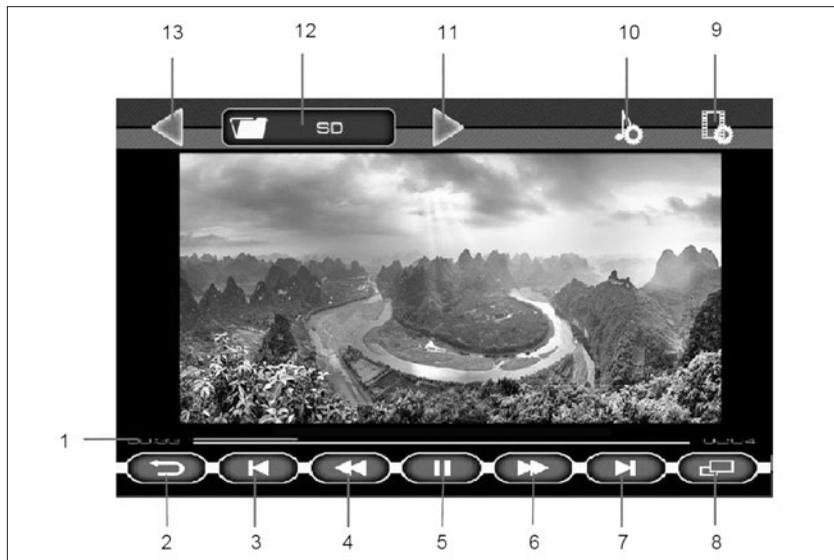

Рис. 59. Окно проигрывания видеофайлов
**Примечание.** При нахождении режима «**Видео**» в состоянии пауза (индикатор 5, рис. 59), повторный вход переведет MMC в режим проигрывания видеofайла.
Для включения полноэкранного режима воспроизведения нажать кнопку **8** (рис. 59) или на изображение.
Если при воспроизведении видеофайла нажать на кнопку «II» (5) (рис. 59), а затем нажать на кнопку возврата (кнопка **2**, рис. 58), то произойдет переход в главное меню, и в кнопке **8 «Видео»** (рис. 53) появится индикатор паузы. Этот режим позволяет вернуться к воспроизведению видеофайла с того места, где была поставлена пауза.